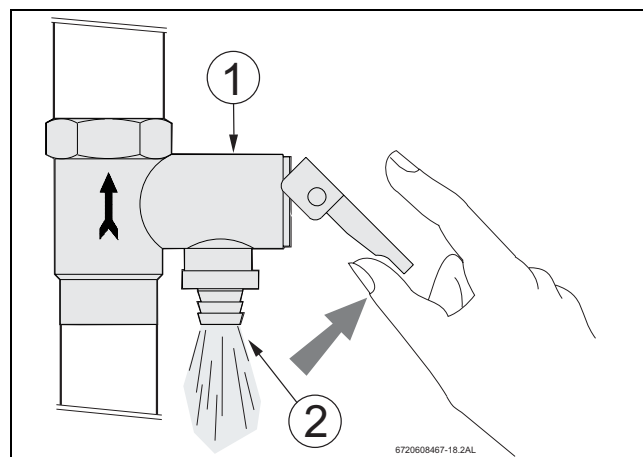

Fig. 49 Valvola di sicurezza
- ▶ Aprire manualmente la valvola di sicurezza almeno una volta al mese (→ Fig. 49), per garantire la sua capacità di funzionamento.